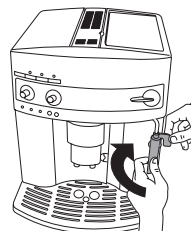

Figura 22
- Con una mano, sujete el mango del dispensador de vapor y con la otra desenrósquelo girándolo a la derecha y luego tirando de él. (Figura 22)